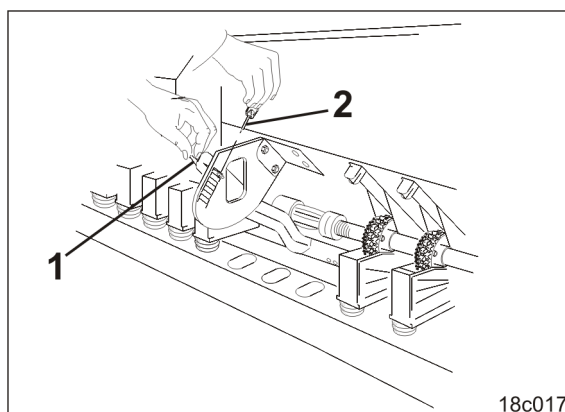

Fig. 144
1. Colocar a alavanca do alçapão (Fig. 144/1) no grupo de furos no valor da tabela (consulte a página 64).
2. Fixar a alavanca do alçapão com uma chaveta (Fig. 144/2).